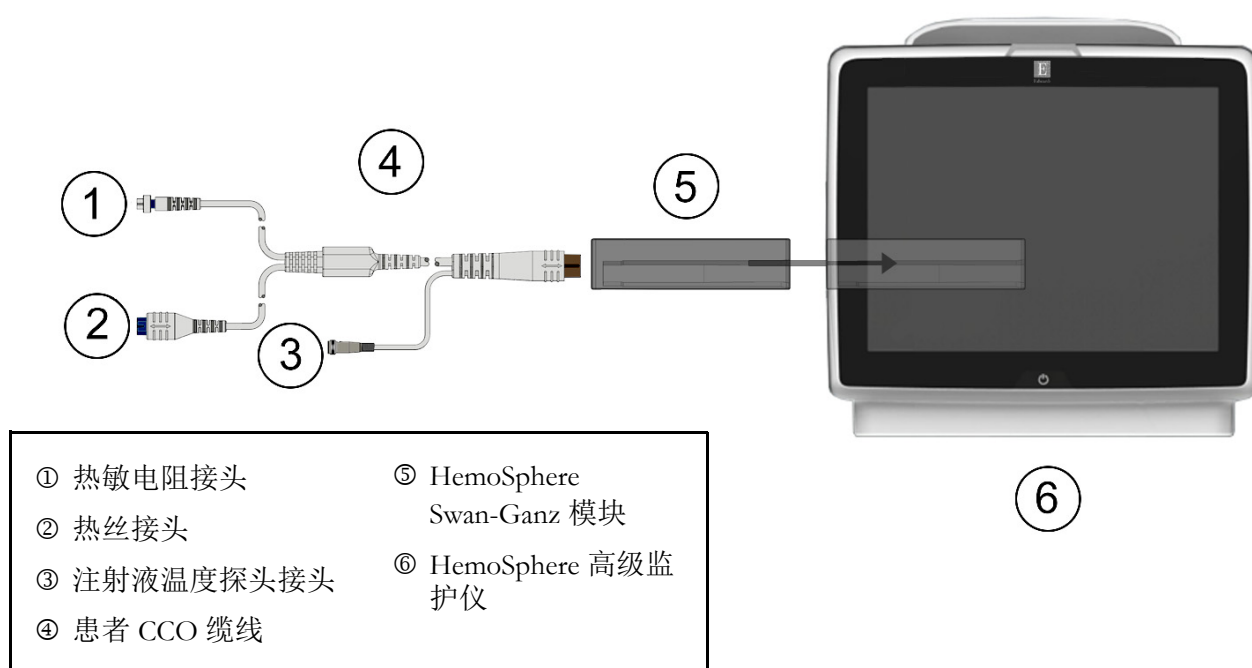

图 4-1 HemoSphere Swan-Ganz 模块监测连接概览
请参阅图 4-1 了解 HemoSphere Swan-Ganz 模块监测连接。
- 9 将热敏电阻 ① 和热丝 ② Swan-Ganz CCO 导管接头（图 4-1）连接到患者 CCO 缆线。
- 9 将 Swan-Ganz 导管热敏电阻接头（①，图 4-1）连接到患者 CCO 缆线。
- 10 将注射液温度探头连接到患者 CCO 缆线上的注射液温度探头接头 ③。注射液系统类型（嵌入式或浴式）会被自动检测。
9 将热敏电阻 ① 和热丝 ② Swan-Ganz 容积导管接头（图 4-1）连接到患者 CCO 缆线。